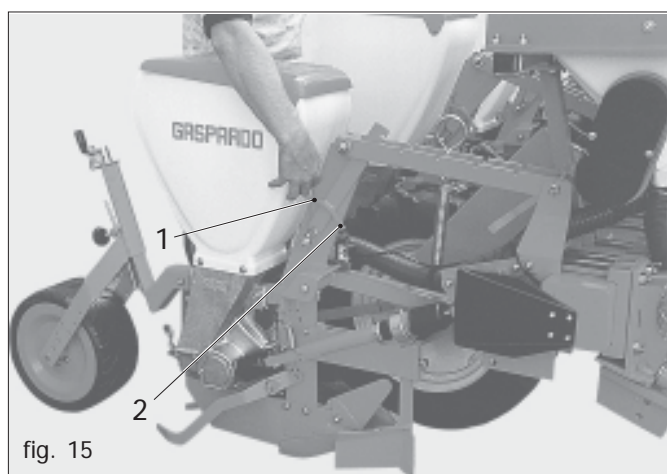

fig. 15
- Accrocher le ressort en position 1 (Fig. 15);
- Accrocher de nouveau le ressort en position 2 (Fig. 15);